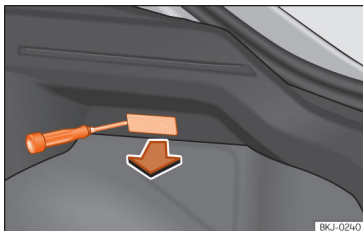

Abb. 167 Gepäckraumleuchte*
- Nehmen Sie das Lampenglas der Glühlampe durch Druck mit einem Schraubenzieher auf dessen Unterkante ab »» [Abb. 167].